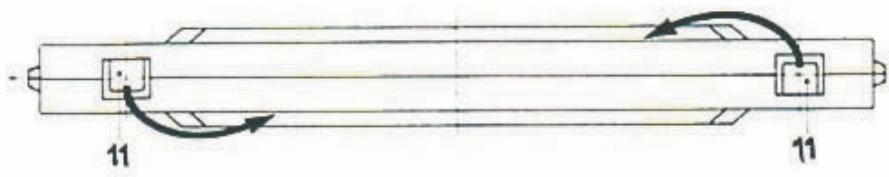
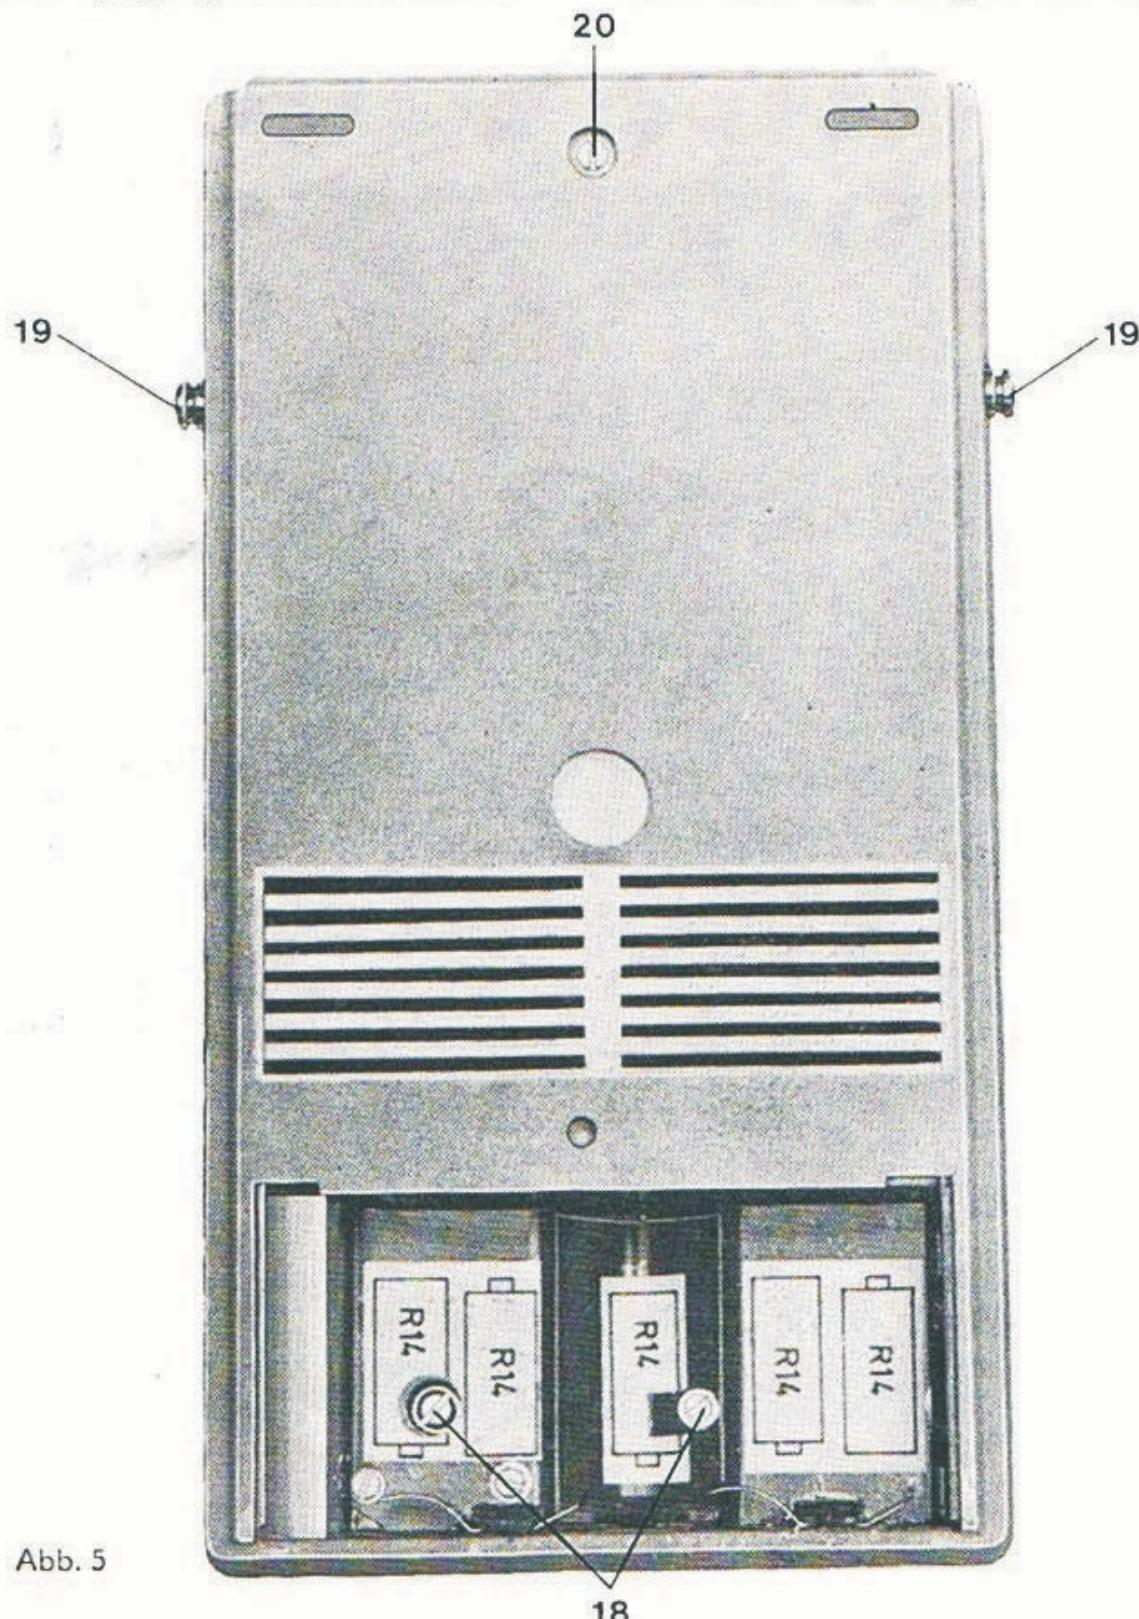
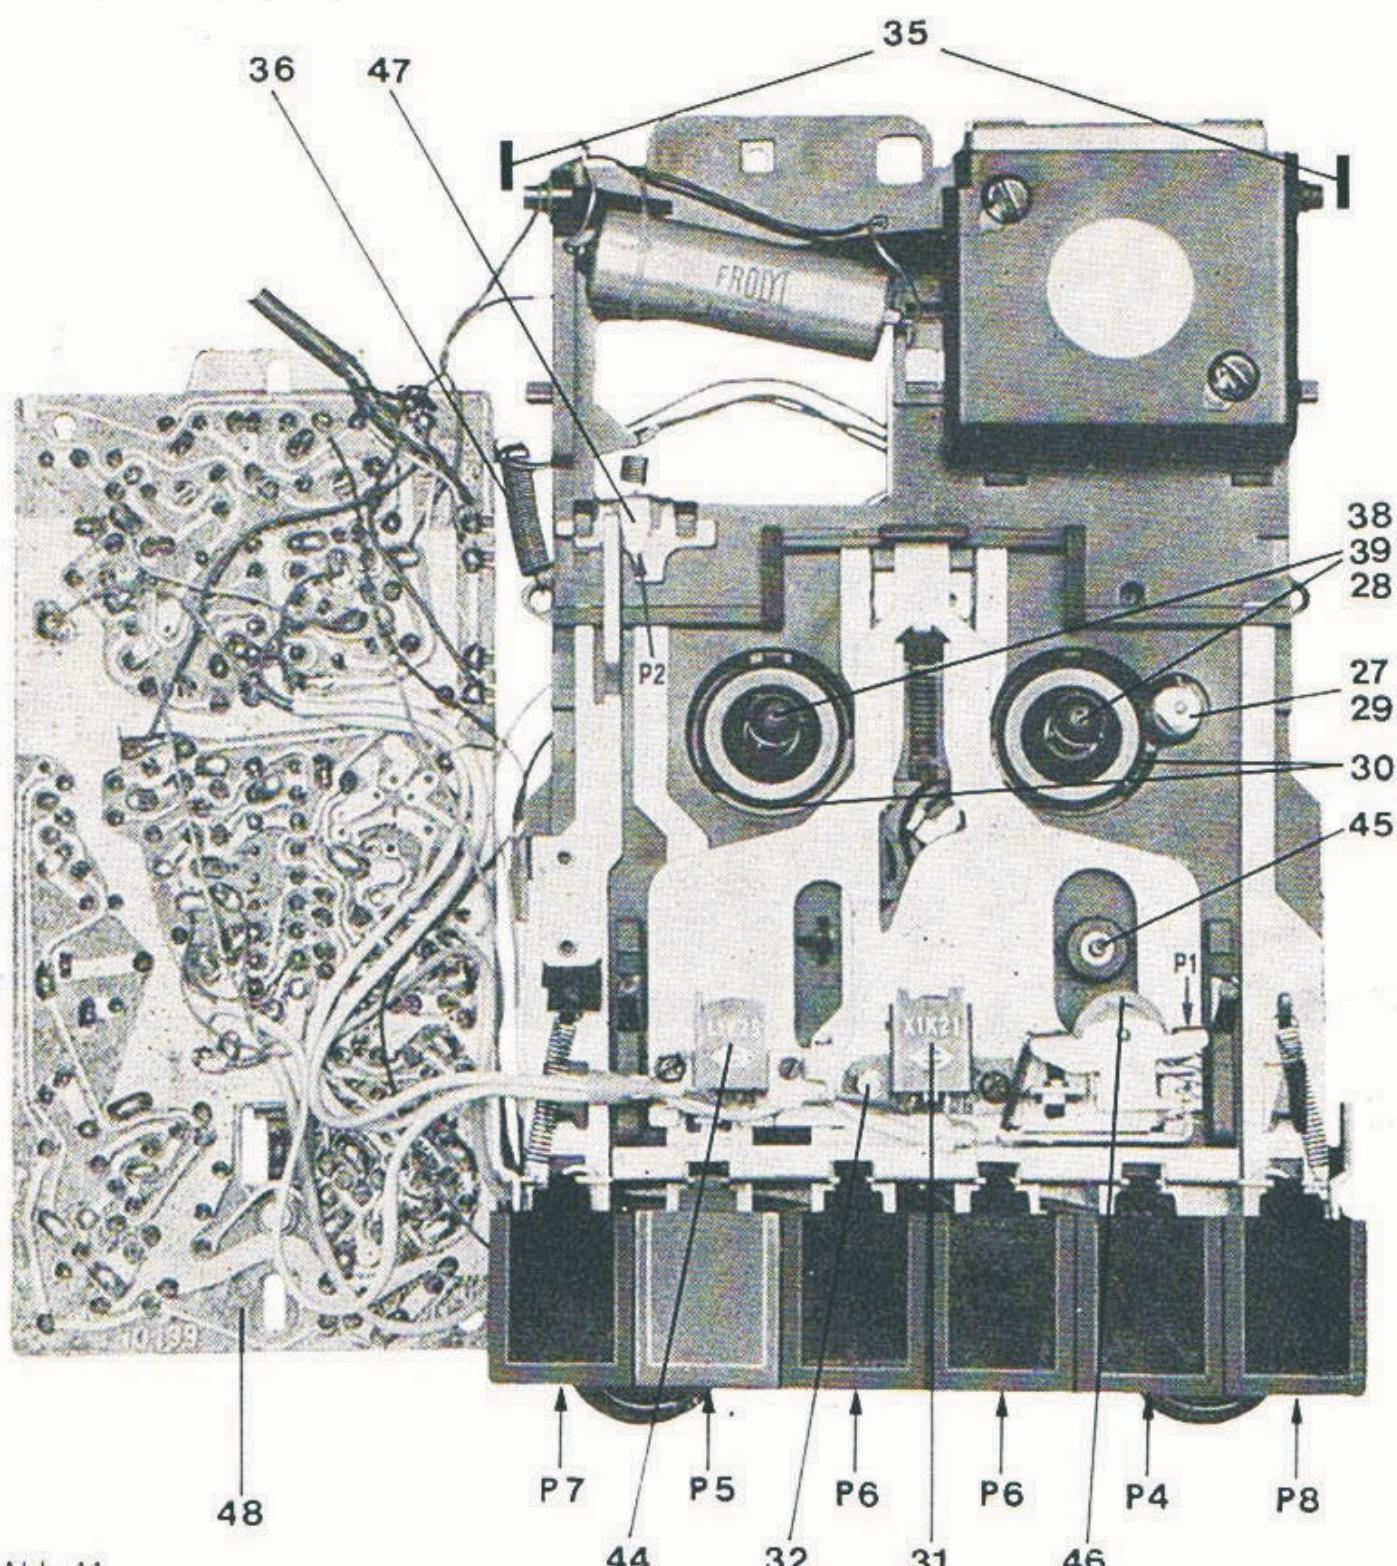

Abb. 3
Abb. 5
Abb. 11
Um ein unbeabsichtigtes Löschen einer bespielten Kassette zu verhindern, ist die Taste für Aufnahme verriegelt. Jede Kassette hat an ihrer Rückseite zwei Ausschnitte mit je einer freistehenden Plastzunge (11) (siehe Abb. 3).
Beim Einlegen der Kassette in das Gerät drückt die Plastzunge (11) (Abb. 3) den Fühlhebel (47) der Abb. 11 zurück, wodurch die Taste für Aufnahme entriegelt wird. Durch Ausbrechen einer dieser Plastzungen können die Aufnahmen der dazugehörigen Tonspur konserviert werden. Die Pfeile zeigen die Zuordnung der Plastzungen zu den Tonspuren. Der Kassettausschnitt ist dann offen, der Fühlhebel taucht beim Einlegen der Kassette in den Ausschnitt ein, und die Aufnahme bleibt verriegelt. Durch Ausbrechen beider Zungen werden beide Tonspuren der Kassette konserviert.
Macht sich das Auswechseln eines Bauelementes bzw. der Leiterplatte (48) Abb. 11 erforderlich, so sind die in der Abb. 5 und 6 gekennzeichneten Befestigungsschrauben (20) des Laufwerkes zu lösen. Auch hier sind alle Anschlußleitungen so lang gehalten, daß ohne Ablöten ein Umlappen der Leiterplatte bzw. des Laufwerkes möglich ist (Abb. 12).
Dabei ist die in Abb. 11 gekennzeichnete Laufhülse (29) rechtsläufig. Durch Andruck an den Reibring der Wickelführung (28) wird diese linksläufig angetrieben. Die sich drehende Wickelführung (28) wird von Hand angehalten und entgegen ihrem Bestreben nach rechts gedreht. Dabei muß sich die Laufhülse (29) ebenfalls entgegen ihrem Bestreben nach links drehen. Es darf also kein Rutscheffekt zwischen Laufhülse und Wickelführung entstehen. Der Federdruck wird vom Werk fest eingestellt. Eine selbsttätige Veränderung dieser Einstellung ist nicht möglich. Andere Laufwerkermängel dürfen nicht durch Veränderung der Rutschkupplung kompliziert werden!
Nach durchgeführten Reparaturen oder A-W-Kopf-Auswechslung wird der A-W-Kopf (31) an der Stellschraube (32) auf die richtige Spaltstellung nach Pkt. 3.5.1. eingestellt (siehe Abb. 11).